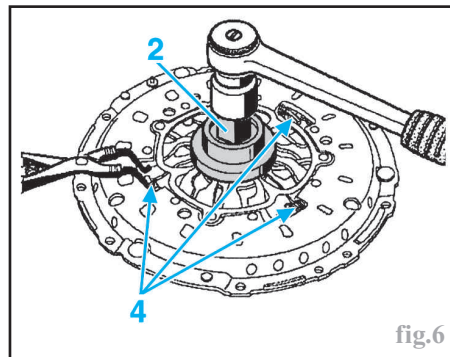

fig.6
- Libérer le mécanisme en desserrant l'écrou (2) complètement tout en maintenant les 3 ressorts (4) comprimés à l'aide de la pince à circlip (fig.6).